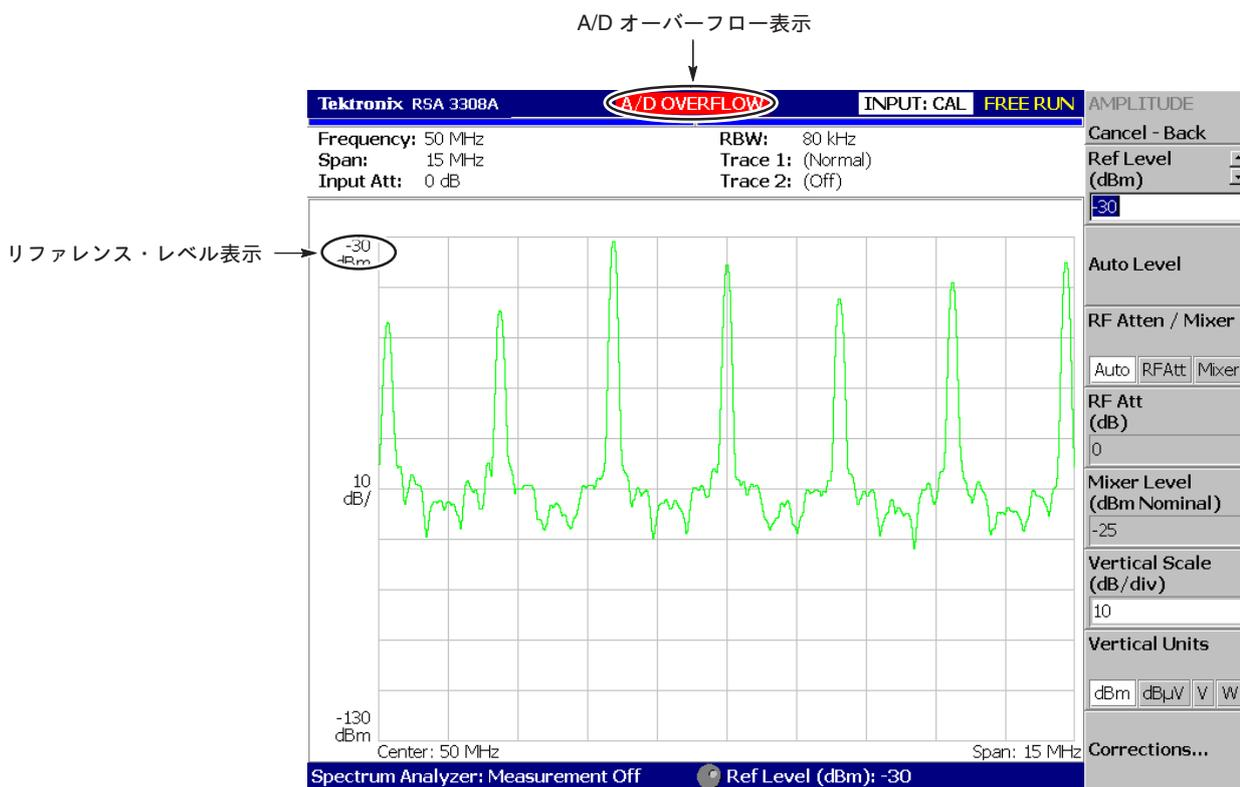

図 1-15 : リファレンス・レベルの設定と A/D オーバーフロー表示
- d. 目盛りの左上に -30dBm が表示されていることを確認し、画面上部に赤い枠で A/D OVERFLOW が表示され、波形が歪んでいることを確認します。(図 1-15)